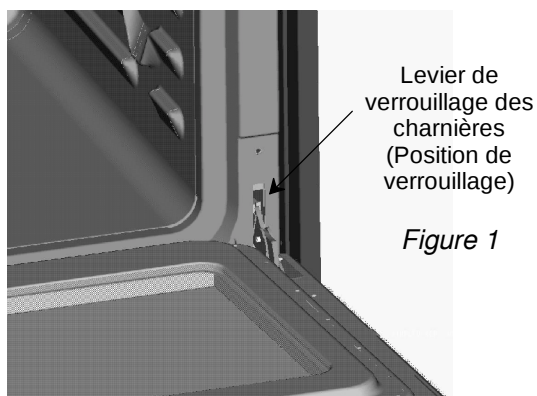
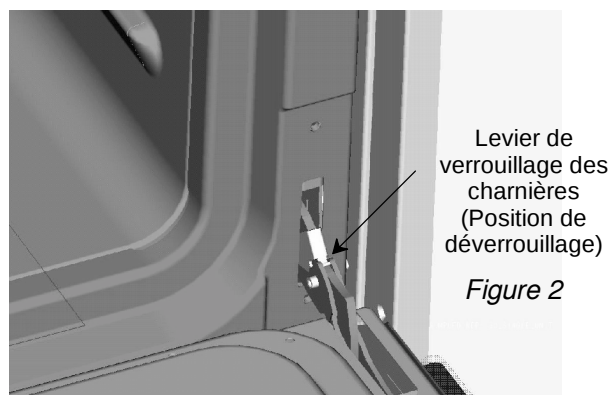
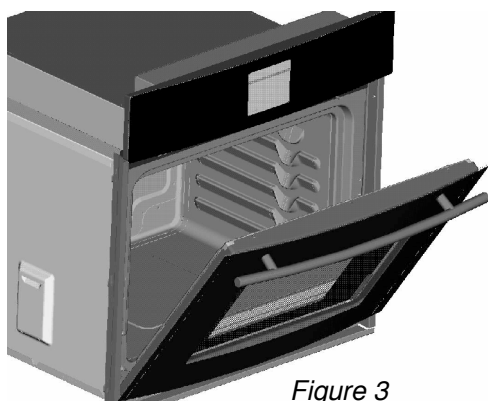

Figure 1
Figure 2
Figure 3
- Ouvrir complètement la porte du four (voir la figure 1).
- Déverrouiller le levier de verrouillage des charnières en le tournant vers le BAS (voir la figure 2).
- Fermer la porte du four jusqu'à la position de « dépose » (jusqu'à ce qu'elle bute ; voir la figure 3).
- Une fois que les bras de charnière reposent sur les broches (voir la figure 3), ouvrir doucement la porte du four jusqu'à « ouverture complète » (voir la figure 2).
- Assujettir la porte au four en RELEVANT le levier de verrouillage des charnières en position de verrouillage (voir la figure 1).
REMARQUE : S'assurer que le levier de verrouillage des charnières soit RELEVÉ à fond en position de verrouillage, tel qu'indiqué (voir la figure 1), avant de refermer la porte du four.
Si le levier ne se relève pas À FOND en position de verrouillage tel qu'indiqué (voir la figure 1), le bras de charnière n'est pas correctement en place dans le logement. Tourner le levier de verrouillage des charnières vers le BAS en position de déverrouillage (voir la figure 2) et enlever la porte du four tel qu'indiqué sous Dépose de la porte du four. Remettre ensuite la porte en place tel qu'indiqué sous Remise en place de la porte du four en veillant à ce que les encoches sur les bras de charnières soient complètement engagées sur les broches horizontales du logement du bras.
- Une fois le levier de verrouillage des charnières RELEVÉ à fond en position de verrouillage (voir la figure 1), fermer la porte du four.